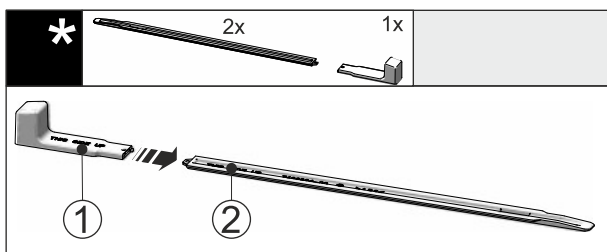

Fig. 43
- Pistke montaažikäepide Fig. 43 (1) nivelleerimissiini Fig. 43 (2) külge.